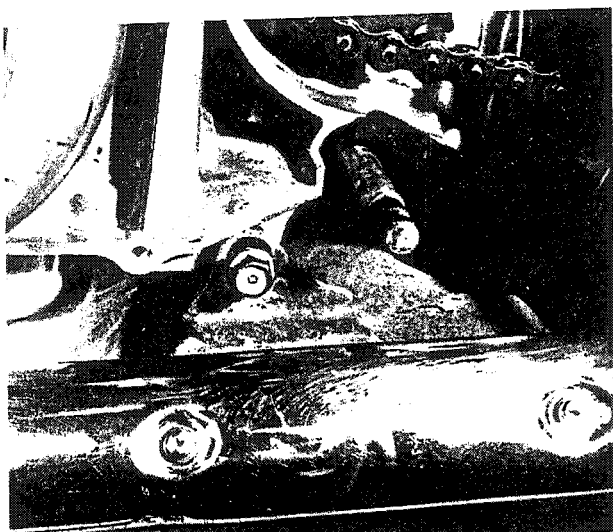
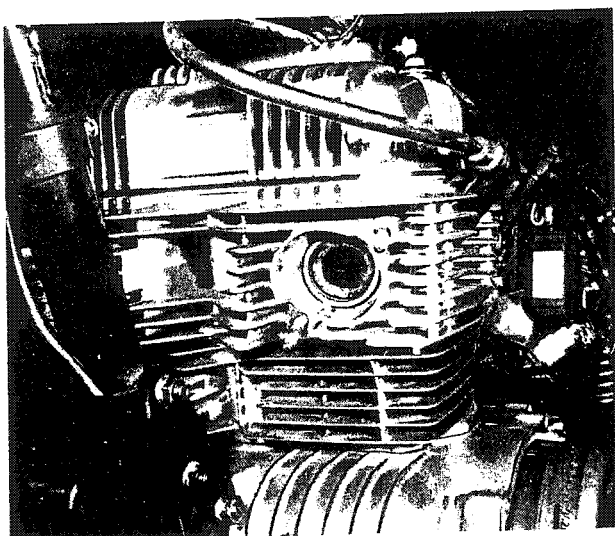

Bild 165
Bild 166
- Den Vorschalldämpfer unter dem Kurbelgehäuse ansetzen und die Befestigungsschrauben anbringen, aber noch nicht endgültig festziehen (Bild 165). Einen neuen Dichtring in jede Auspufföffnung des Zylinderkopfes einlegen und beide Auspuffrohre nacheinander anbauen (Bild 166). Dann die Auspufftöpfe einbauen. Die Schrauben und Muttern von vorn nach hinten festziehen, zuerst die Muttern der Klemmringe, die vorderen Befestigungsschellen, die Schrauben des Vorschalldämpfers usw. So verzieht sich die Auspuffanlage nicht. Die vorderen Fussrasten anbringen.